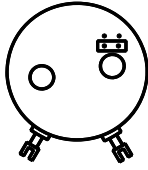

Abb.7: „130°-290°“
Der Meßbereich des ESM21 wird werkseitig auf den Meßbereich (Abb. 7) voreingestellt. Wird bei vollem Hub der Armatur der Endwert von 20mA nicht erreicht (Meßbereich wird nicht voll ausgenutzt), kann dieser Meßbereich verkleinert werden.
- Jumper unten quer für Meßbereich zwischen 130° und 290° (Abb.7)